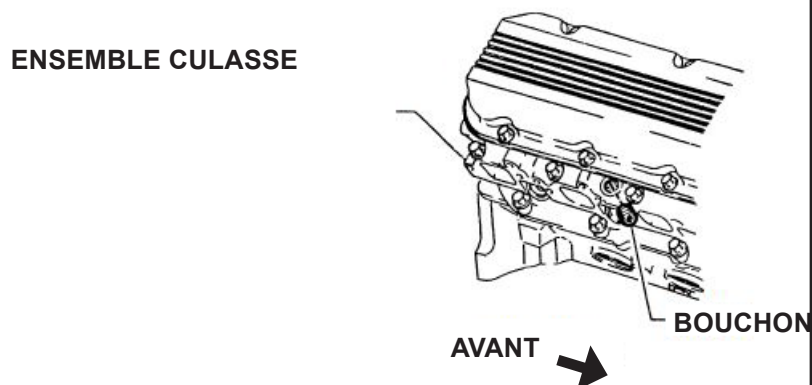

FIGURE 11
2. Poser les bouchons de tuyau dans les trous de liquide de refroidissement sur le côté des culasses. Serrer les bouchons à 15 pi-lb. Voir la figure 11.